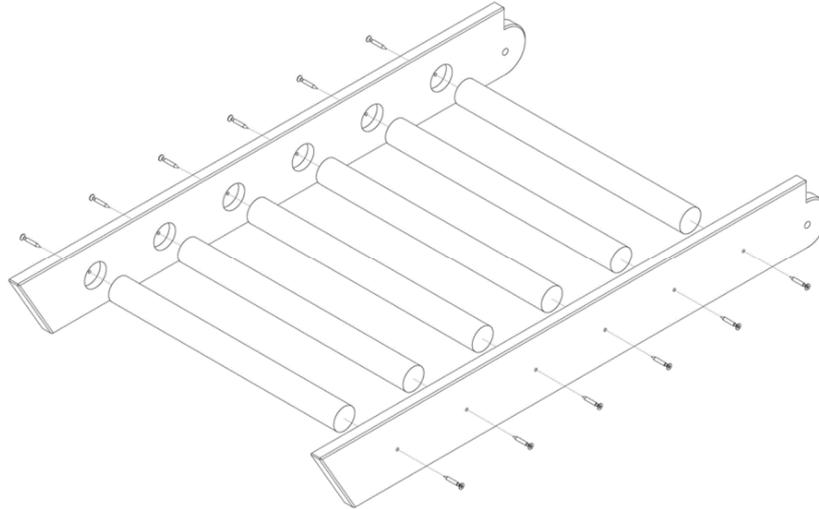

Abb. 5: Montageschritt 4 Zusammenbau Standbein
- Stecken Sie die Sprossen (6) in die Beinelemente (4), (5) (s. Abb. 5)
- Verschrauben Sie anschließend die Sprossen mithilfe der Schrauben Nr. (12)